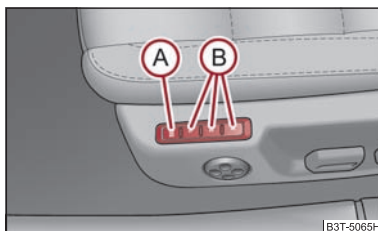

Abb. 70 Fahrersitz: Speichertasten und die SET-Taste
- Drücken Sie die Taste **SET** **A** ⇒ Abb. 70.
Memory für den Sitz bietet Ihnen die Möglichkeit, die individuelle Fahrersitz- und Außenspiegelposition zu speichern. Jeder der drei Speichertasten **B** ⇒ Abb. 70 kann eine individuelle Position zugeordnet werden, d. h. insgesamt drei. Nach dem Drücken ►
- **Memory-Tippautomatik:** drücken Sie kurz die gewünschte Speichertaste **B** ⇒ Seite 84, Abb. 70. Der Sitz und die Außenspiegel werden automatisch in die abgespeicherten Positionen gefahren (das gilt nur, wenn die Zündung eingeschaltet und die Geschwindigkeit kleiner als 5 km/h ist). ▶